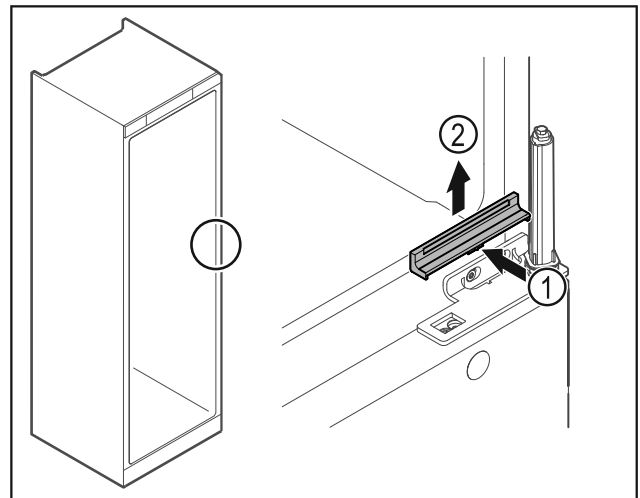

Fig. 30
- ▶ Πιέστε το κάλυμμα Fig. 30 (1) ελαφρά στο κέντρο και αφαιρέστε το προς τα επάνω Fig. 30 (2).